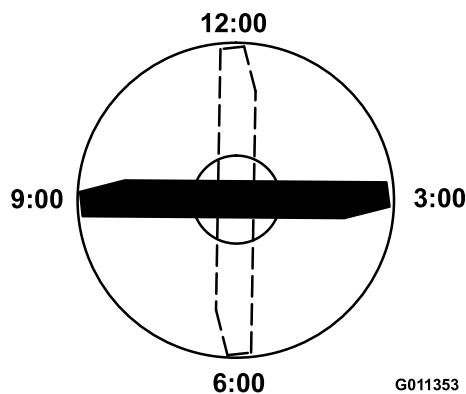

Figure 99
4. Positionnez le tranchant de l'extrémité marquée à la position 12 heures (droit devant dans la direction de la tonte) (Figure 99) et mesurez la hauteur de la surface plane au tranchant de la lame.
5. Tournez l'extrémité marquée de la lame aux positions 3 et 9 heures (Figure 99) et mesurez les hauteurs respectives.